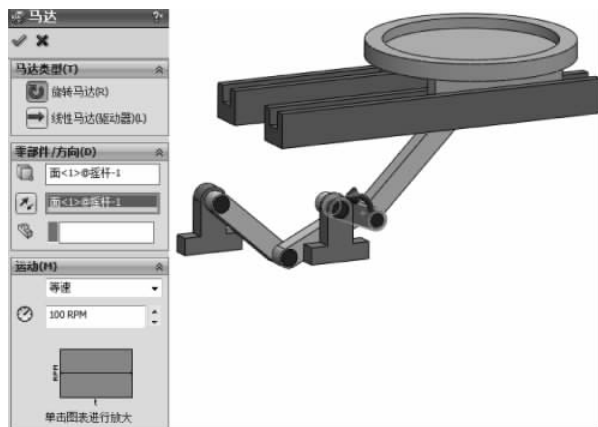

图 3-204 马达设置
(3) 单击 MotionManager 工具栏中的【马达】按钮 。
(4) 弹出【马达】属性管理器,在【马达类型】选项组中单击【旋转马达】按钮,在【零部件/方向】选项组中设置马达位置在【摇杆】上,在【运动】选项组中选择【等速】,如图 3-204 所示,单击【确定】按钮 ,完成马达设置。